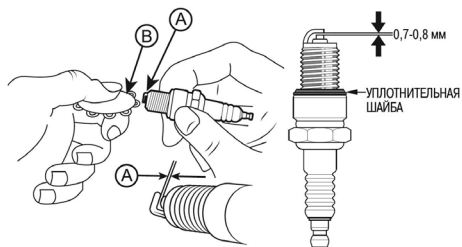

Рис. 31 Зазор между электродами свечи зажигания
4. Измерьте зазор А между электродами свечи зажигания специальным щупом В (Рис. 31). Зазор должен быть 0,7-0,8 мм (Рис. 31). При увеличении или уменьшении требуемого зазора, рекомендуется заменить свечу, так как регулировка зазора может привести к изменению качества искрообразования.